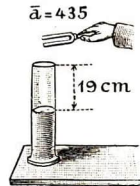

Abb. 209
b) Schlägt man eine **Stimmgabel** an, so tönt sie zunächst ziemlich schwach; hält man sie aber über einen **Glaszylinder** und füllt diesen allmählich mit Wasser, so wird der Ton der Stimmgabel bei einem bestimmten Wasserstand sehr stark; dies kommt daher, daß die Luftsäule jetzt denselben Ton wie die Stimmgabel zu geben vermag und durch diese zu kräftiger Resonanz angeregt wird (Abb. 209).